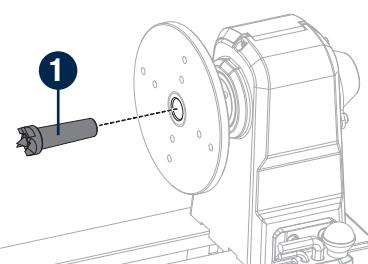

Fig. 5
- Insérez l'arbre du centre de la pointe à griffe de la poupe fixe (1) dans le centre creux de la broche de la poupe fixe (fig. 5).
- Insérez la tige de poussée (3) à l'extrémité de la broche de la poupe fixe ou du fourreau de la poupe mobile jusqu'à ce qu'elle entre en contact avec l'arbre de la pointe à griffe ou de la contrepointe.
- Appuyez sur l'extrémité de la tige de poussée (3) jusqu'à ce que la pointe à griffe ou la contrepointe se détache.